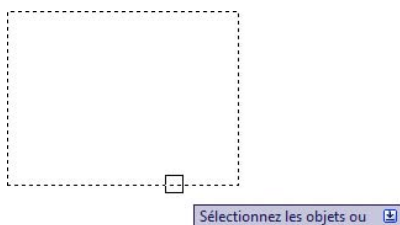
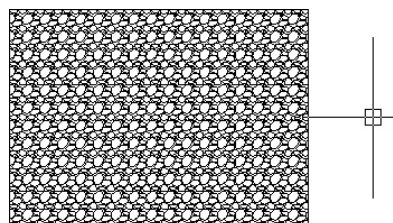

Figure 5.28
Figure 5.29
4. Après avoir paramétré la boîte de dialogue Hachures et cliqué sur le bouton de sélection des objets, choisissez le rectangle (voir Figure 5.28). Validez et cliquez sur OK dans la boîte de dialogue (voir Figure 5.29).